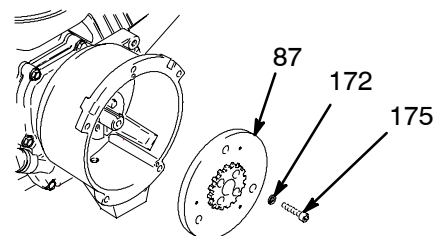

Abb. 7
9. Abb.7. Einen Schlagschrauber oder Keil zwischen die Kupplungsscheibe (87) und das Kupplungsgehäuse einführen, um die Motorwelle während des Ausbaus zu halten.
10. Die vier Schrauben (175) und Federringe (172) entfernen.
11. Die Kupplungsscheibe (87) entfernen.